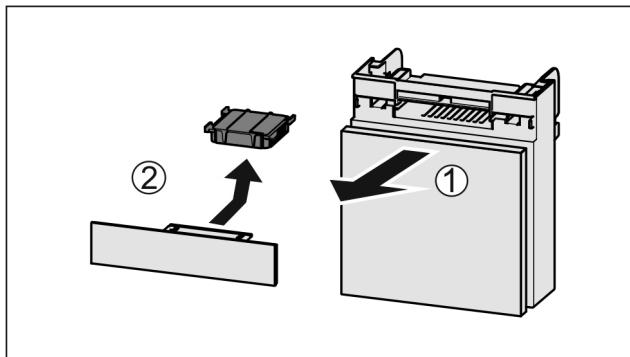

Fig. 135
- Fach nach vorne herausziehen Fig. 135 (1).
- Aktivkohlefilter entnehmen Fig. 135 (2).